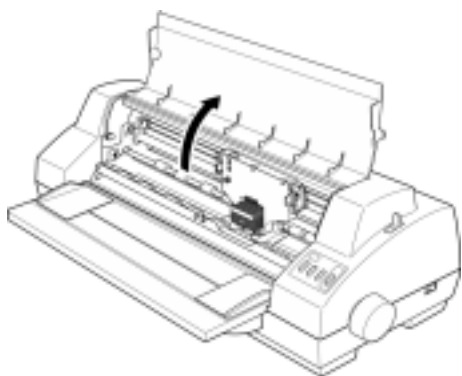

图 2-8 揭开打印机盖
3、把左边的纸厚调节旋钮调到“更换色带”的位置，色带盒会自动移向右边。如图 2-8 所示。
4、把打印机盖向上揭开，如图 2-8 所示。